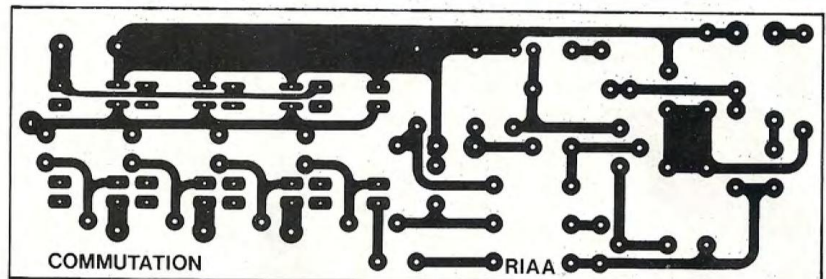

Fig. 8A
Les figures 8A, 8B, 8C et 8D vous proposent les différentes implantations à l'échelle 1.
- La carte "préampli RIAA" regroupe également la "commutation" et reçoit donc 4 relais REED, ce que nous remarquons en figure 8A. Ce circuit est à reproduire en deux exemplaires. Les deux cartes seront superposées, mais nous verrons cela un peu plus loin.